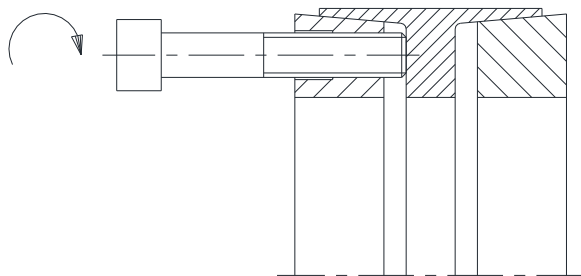

Bild 8: Lösen des vorderen Druckringes
- Spannschrauben in die Abdrückgewinde des vorderen Druckringes (Bauteil 1) sowie in die Abdrückgewinde des Außenringes (Bauteil 3) einschrauben (siehe Bild 8 und 9).